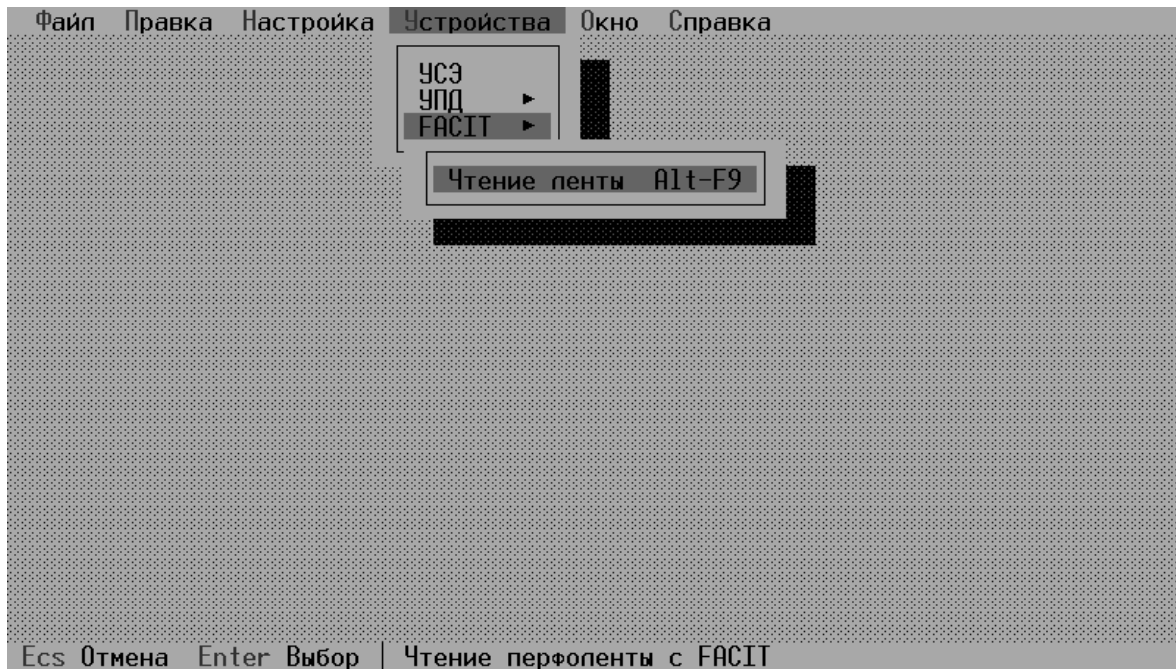

Рис. 15. Меню **Устройства** программы (подменю **УПД/FACIT**).
- прочитать данные с перфоленты в буфер обмена с FASIT (опция **FASIT/Чтение ленты** или комбинация кнопок клавиатуры <Alt-F9> см. рис.15), при этом данные помещаются в буфер обмена на место двоичного файла. Предыдущий двоичный файл, если он присутствовал в памяти, будет удален. При выборе этой опции на экране появится диалоговое окно **‘Чтение перфоленты FASIT’**, в котором будет отображаться сообщение **‘Чтение FASIT...’** или информация о причине отсутствия приема. После выхода из диалога принятая информация будет отображена в окне буфера обмена.